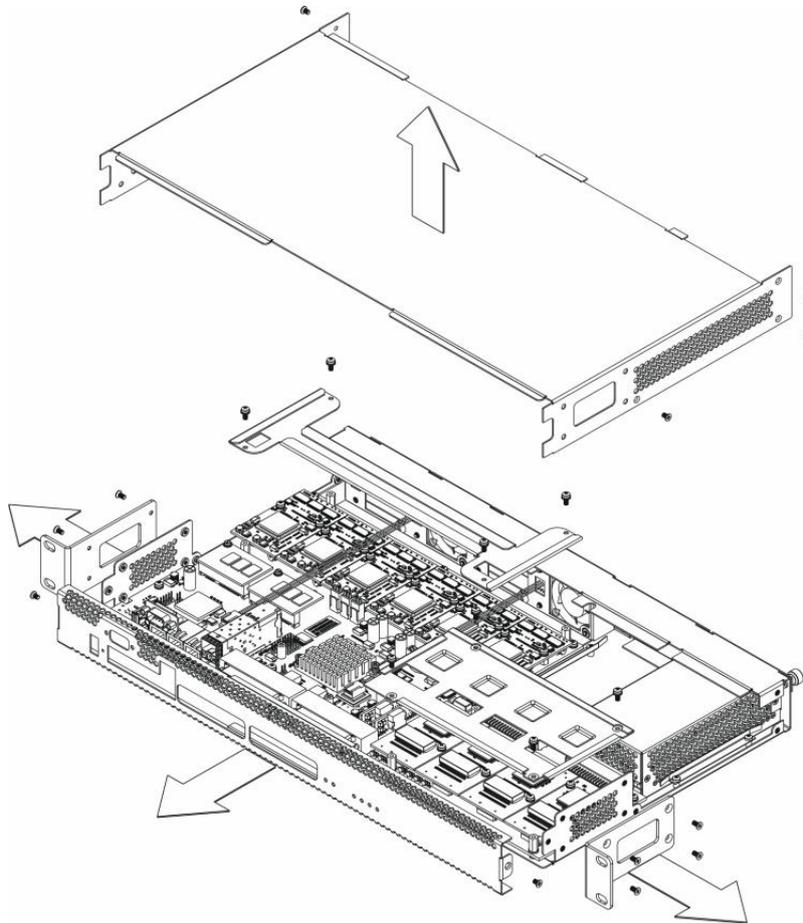

Рисунок 16 – Порядок вскрытия корпуса SMG-1016M
2. **Только для SMG-1016M:** необходимо открутить фиксирующие винты передней панели, затем потянуть её на себя до отделения от верхней и боковых панелей (рисунок 16).